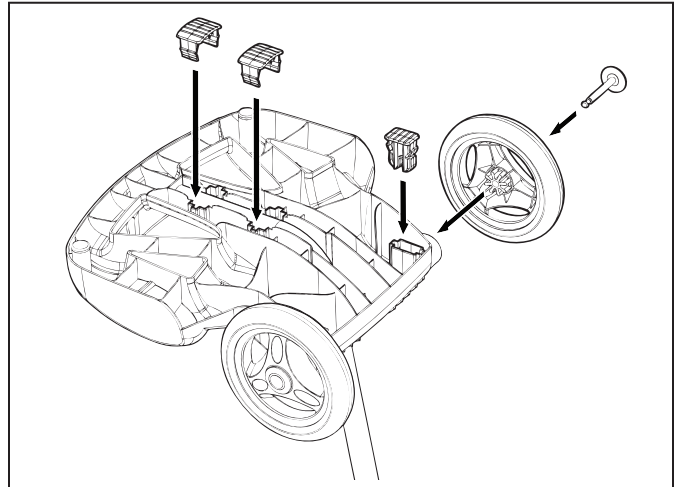

Figura 5. Coloque los bloques de soporte y una las ruedas
6. Deslice el eje y el tapacubos por el centro de la rueda, y únala a la unidad de base. Coloque el clip de bloqueo en su lugar para asegurar la rueda. Repita para unir ambas ruedas (Figura 5).